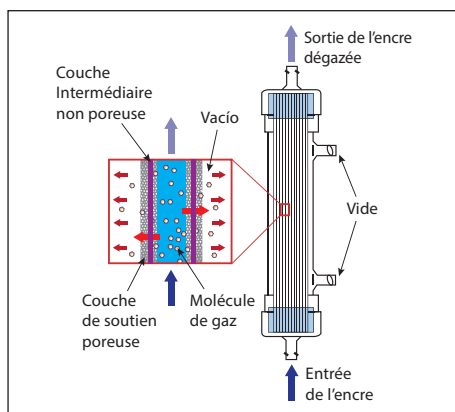

Figure 2 : Schéma de fibre indiquant le sens de circulation
- 3.2 Raccorder l'entrée et la sortie de l'encre et les orifices pour le vide. (Voir la figure 2.) Vérifier que les surfaces de raccordement sont propres et non endommagées. Veiller à ne pas trop serrer les connecteurs luer lock.